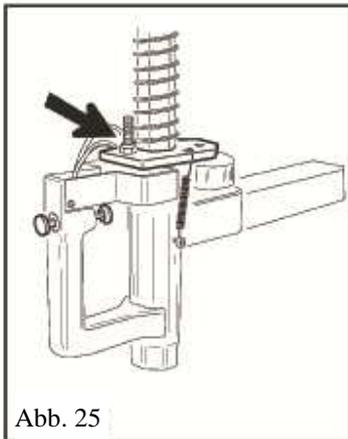

Abb. 25
- Im Falle der Notwendigkeit der Regulierung der Verriegelungsplatte des vertikalen Arms, weil das Werkzeug sich nicht blockiert oder sich nicht von der Felge, wie für die Bearbeitung erforderlich, um 2 mm abhebt, die Muttern wie in Abb. 25 dargestellt regulieren.